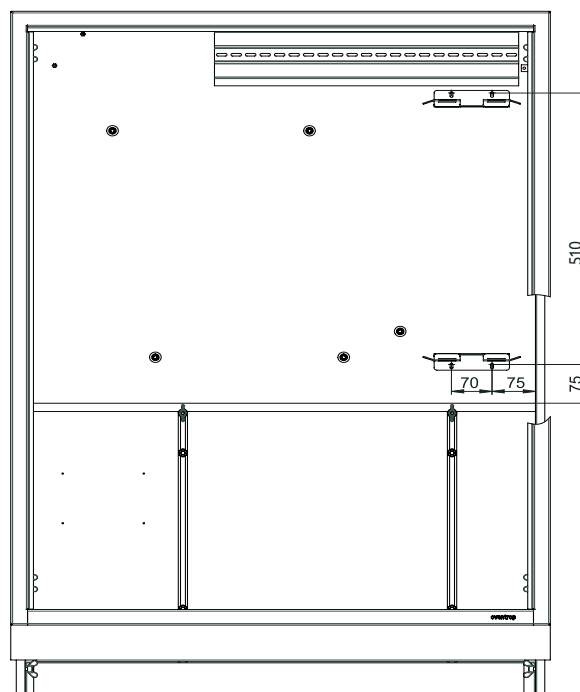
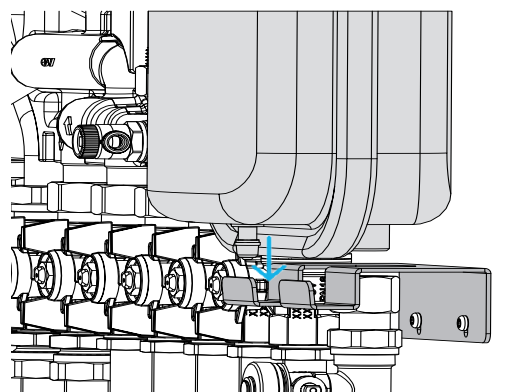

Fig. 11: Poziția găurilor perforate în cutie
Fig. 12: Poziția de montaj a suportului inferior al vasului de expansiune cu membrană în cutia de montaj
- 9** Înșurubați suportul inferior (vezi fig. 1 de la pag. 5 (12)) pentru vasul de expansiune cu membrană în cutia de montaj. Amplasați suportul inferior în zona marcată din fig. 12. Pentru aceasta, folosiți șuruburile autofiletante incluse. Dacă nu există încă găuri în cutia de montaj, perforați-le folosind un burghiu de 1,2 mm. Fig. 11 vă indică pozițiile găurilor perforate în cutie.